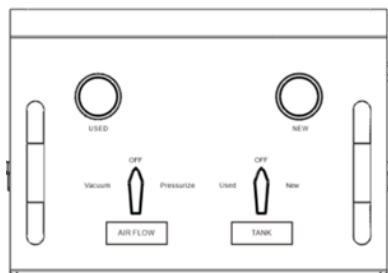
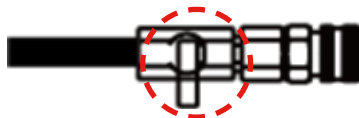

Fig 1.
Fig 2.
1. Posição inicial (Fig.1, Fig. 2, todas as válvulas fechadas)
4. Coloque ambas as válvulas do painel na posição "OFF" (Fig.1) e mantenha aberta a válvula do tubo de fluido usado (Fig. 7), para manter a pressão de vácuo no sistema de refrigeração do veículo. Monitorize o manômetro do depósito usado para efetuar uma análise de fugas do sistema de arrefecimento.